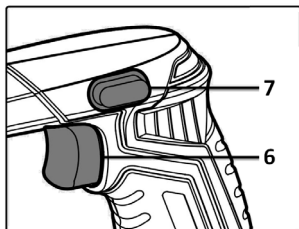

Рис. 4
Перед включением пилы убедитесь, что полотно установлено правильно. После проверки полотна установите аккумулятор. Нажмите на кнопку блокировки 7 (рис. 4) и нажмите на выключатель 6 (рис. 4), чтобы включить пилу.
Пила не включиться без нажатия на кнопку блокировки 7 (рис. 4). Во время работы всегда держите одну руку на задней ручке, а другую – на передней рукоятке.
Изменяя ход выключателя 6 (рис. 4) (глубину нажатия) можно регулировать скорость движения полотна пилы (количество ходов в минуту) от 0 до максимума. При полностью нажатом до упора выключателе (6) полотно совершает 2800 ходов в минуту.